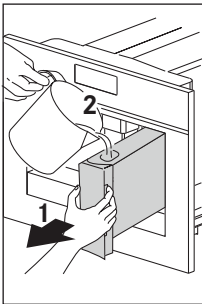
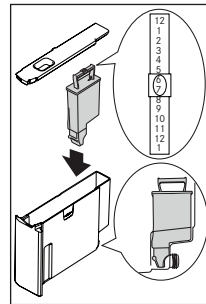

Fig. 11
Fig. 37
- ▶ Après 5 secondes, l'appareil affiche « FILL TANK » (REEMPLIR RÉSERVOIR). Sortez le réservoir d'eau (Fig. 11), rincez et remplissez avec de l'eau fraîche sans dépasser la ligne MAX. Remplacez et poussez aussi loin que possible. Un filtre adoucisseur d'eau peut être installé dans le réservoir (Fig. 37).